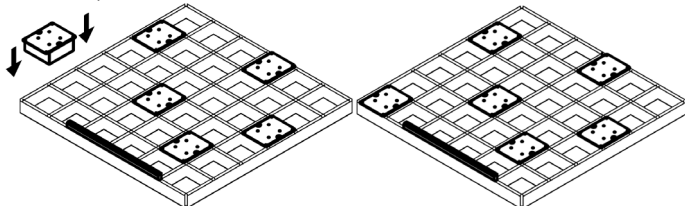

Рисунок 4 — Пример установки комплекта светильников в потолок Грильято (провода не показаны).
5.4. Смонтируйте светильник в конструкции потолка (см. рисунок 4). Блок питания нужно установить вдоль направляющих конструкции потолка, надежно закрепив его на конструкции.